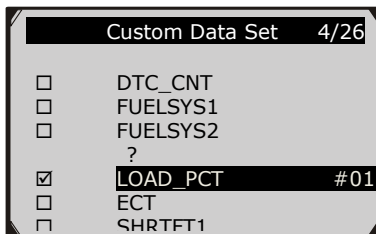

Figura 5.17
- 3) Utilice el botón **RIGHT** para habilitar/inhabilitar los parámetros de datos. Parámetros seleccionados se marcan con cuadrados llenos. Pulse el botón **OK** para confirmar. (Figura 5.17)